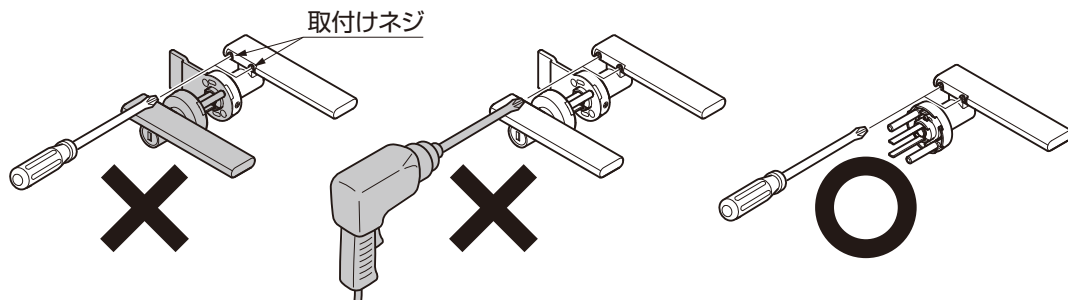

図2-4
- 勝手交換時に組替えを行うハンドルについてハンドル取付ネジの取外しは必ず外部、内部化粧座を取外して行ってください。取付けネジの十字孔が破損するおそれがあります。(図2-4参照)